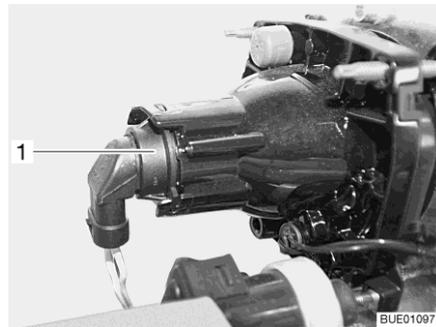

Fig. 287 Feux de croisement/feux de position/feux de route
- Placer la main derrière le support de l'ampoule (Fig. 287,1).